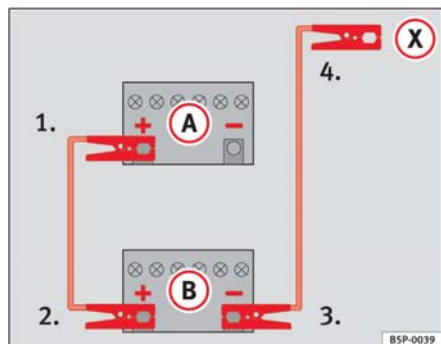

Fig. 173 Esquema de conexión de los cables de emergencia
En la ⇒ fig. 173 **A** representa a la batería sin carga y **B** a la batería con carga.
1. Emborne un extremo del cable de emergencia rojo al polo positivo ⇒ fig. 173 (+) del vehículo con la batería descargada ⇒ ⚠.
4. Emborne el otro extremo del cable negro de emergencia (X) a una pieza de metal maciza unida al bloque motor o al mismo bloque motor del vehículo con la batería descargada, lo más alejado posible de la batería ⇒ ⚠.